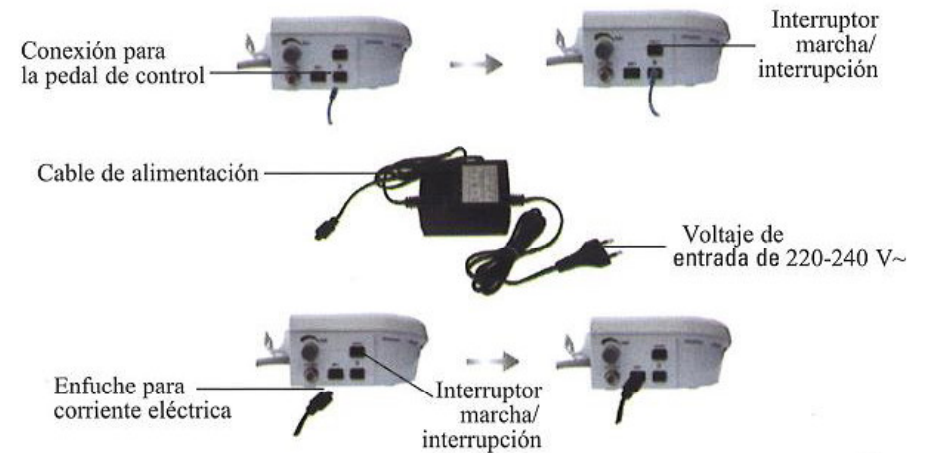

Figura 2
2.1 Función de eliminación de sarro (G) y función de parodencia (P)
- Conectar el pedal de control (Véase figura 2).